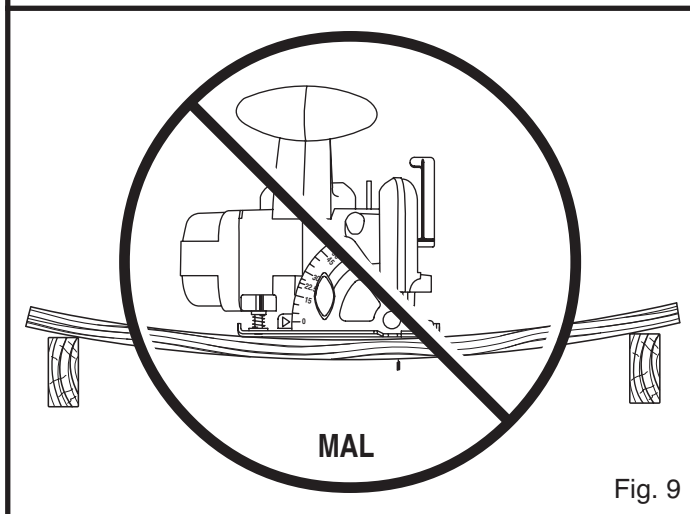

Fig. 9
- Un mauvais support de la pièce. Voir figure 9.
- Pour éviter de coincer la lame, faites soutenir correctement la pièce avant de commencer à scier. Les façons correcte et incorrecte de soutenir des grosses pièces sont illustrées aux figures 9 et 11.